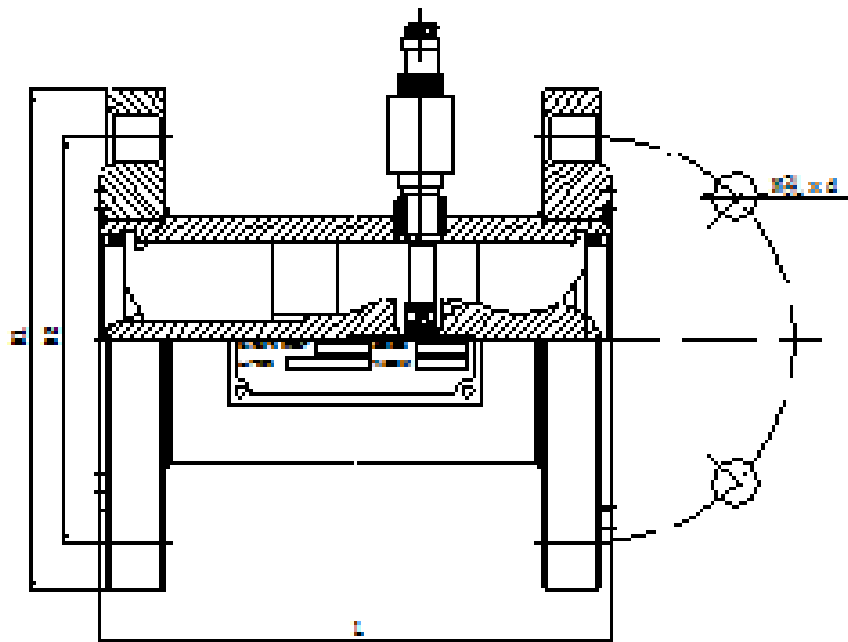

图 4-3 DN32~300 外形
c). 公称通径 DN40~300 的涡轮流量传感器 (见图 4-3, 表 4-3)